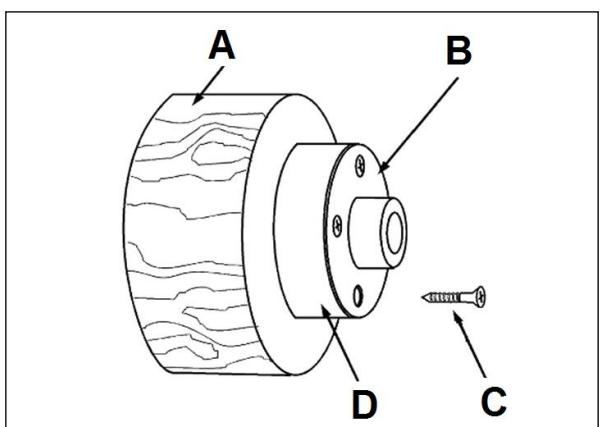

Fig 15
Befestigen Sie das Werkstück (A, Fig 15) mit 4 Messing-Holzschrauben (C) direkt an der Aufspanscheibe. Seien Sie vorsichtig bei der Schraubenauswahl. Zu lange Schrauben ragen in den Zerspanungsbereich und zu kurze ergeben keine sichere Aufspannung.